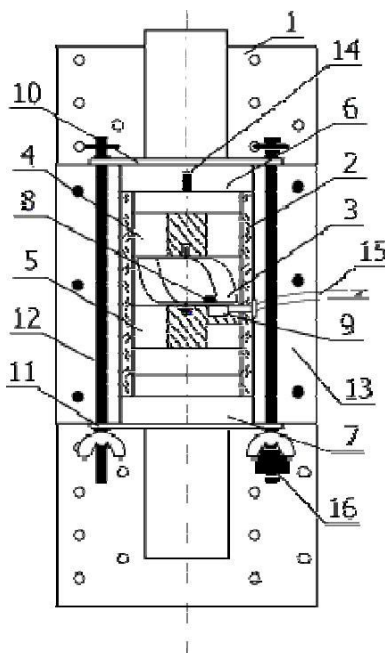

Рис. 2
Первичный преобразователь (Рис.2) смонтирован на перфорированной оцинкованной пластине 1 и выполнен в виде прозрачного цилиндра 2, внутри которого помещен ротор 3, установленный на цапфах в верхнем 4 и нижнем 5 направляющих аппаратах, через отверстия, в которых молоко подается на лопатки ротора 3. Верхний 6 и нижний 7 патрубki служат для подсоединения устройства в молочную магистраль. В ступице ротора 3 установлен магнит 8, взаимодействующий с датчиком Холла 9 смонтированным в нижний направляющий аппарат 5.
- отвернуть (не до конца) барашки стяжных шпилек 13 (Рис. 2.) до освобождения, отвести их в стороны и подтянуть вверх, придерживая нижний уголок 11 во избежание выпадения прозрачного цилиндра 2;